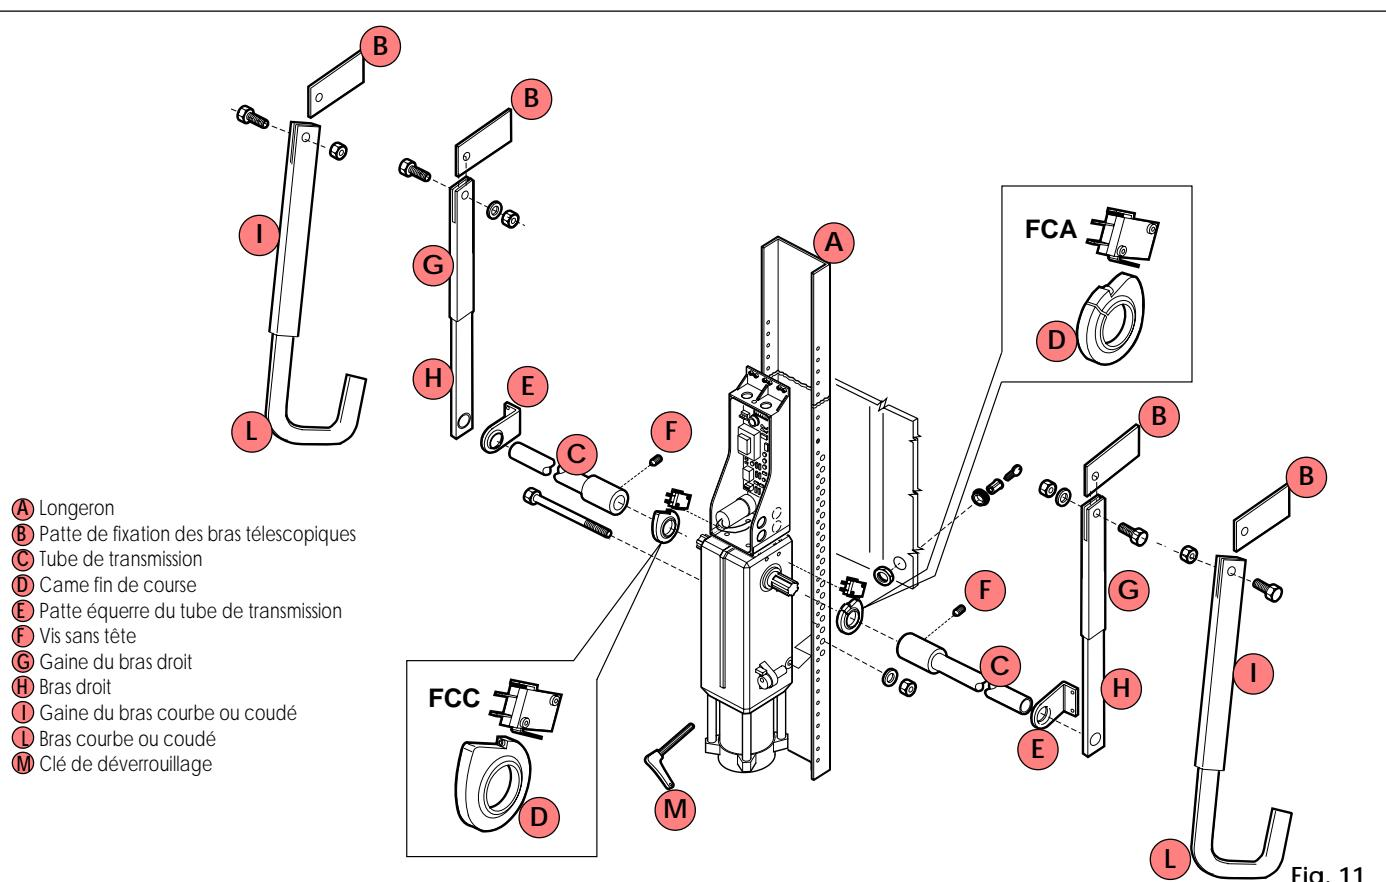

Fig. 11
3) Fixer l'opérateur au longeron en utilisant la visserie fournie comme indiqué Fig. 11.
4) Souder les pattes supérieures de fixation des bras télescopiques en respectant, pour le positionnement, les indications relatives au type de porte basculante. Dans le cas de bras coudés, il est possible de souder les pattes directement sur les bras existants de la porte. Fixer les gaines des bras télescopiques aux pattes en utilisant les axes et la visserie fournie comme indiqué Fig. 11.
• En cas d'utilisation des arrêts fin de course (option), monter d'abord les cames comme indiqué Fig. 11.